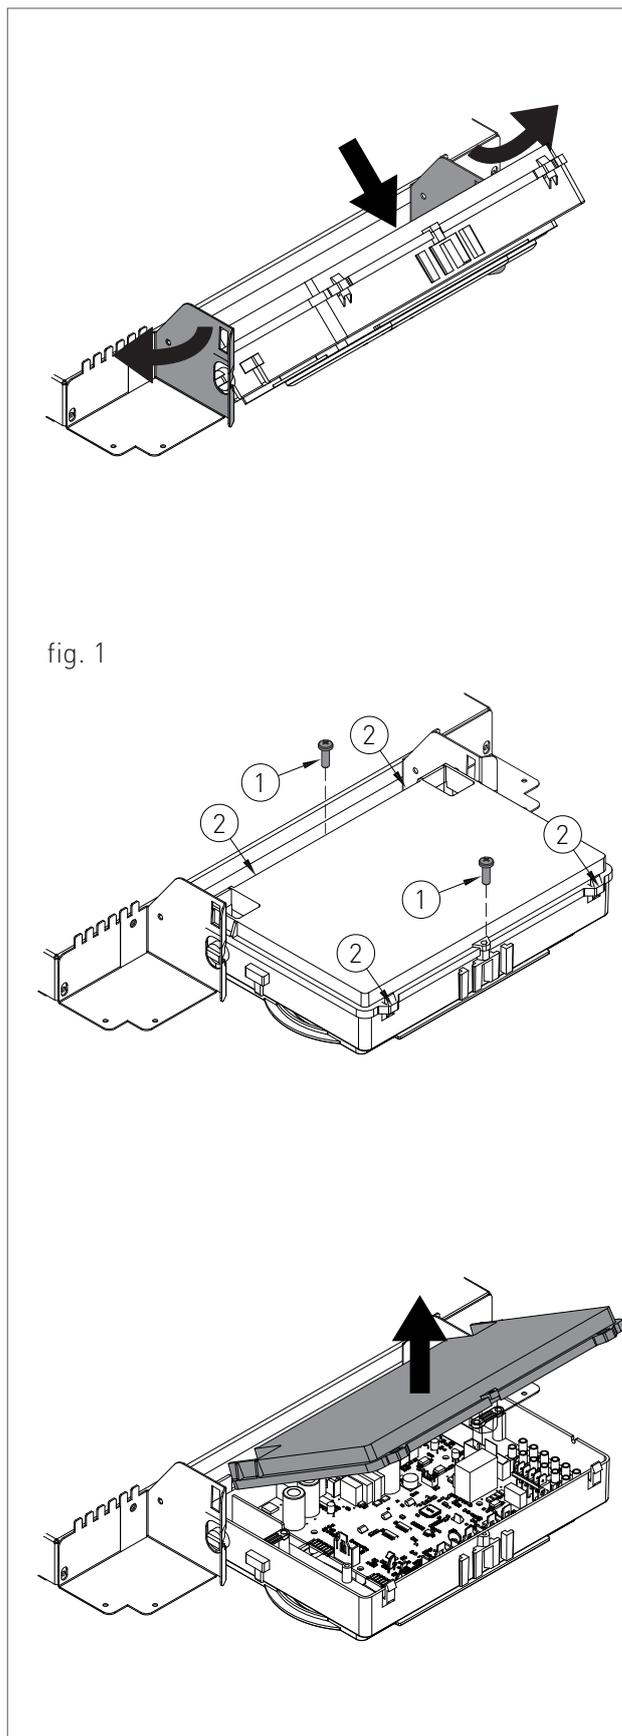

fig. 1
- > svitare le due viti di fissaggio '1' - fig. 1;
- > disimpegnare i quattro ganci '2' - fig. 1;